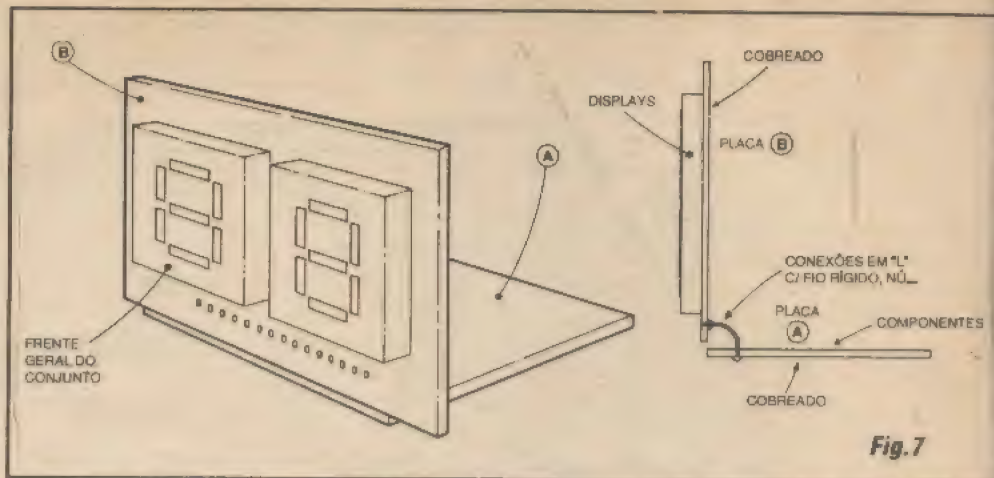

Fig. 7
- **FIG. 7 - MAIS DETALHES DA INTERCONEXÃO DAS PLACAS...** - A ilustração detalha com ainda maior clareza, a acomodação mecânica das placas, entre si... Notar o arranjo geral em "L" das placas, bem como as orientações dos *displays*, da face dos componentes da placa A, etc. O diagrama é altamente *auto-explicativo*, não sendo necessárias muitas palavras... É olhar e... copiar!